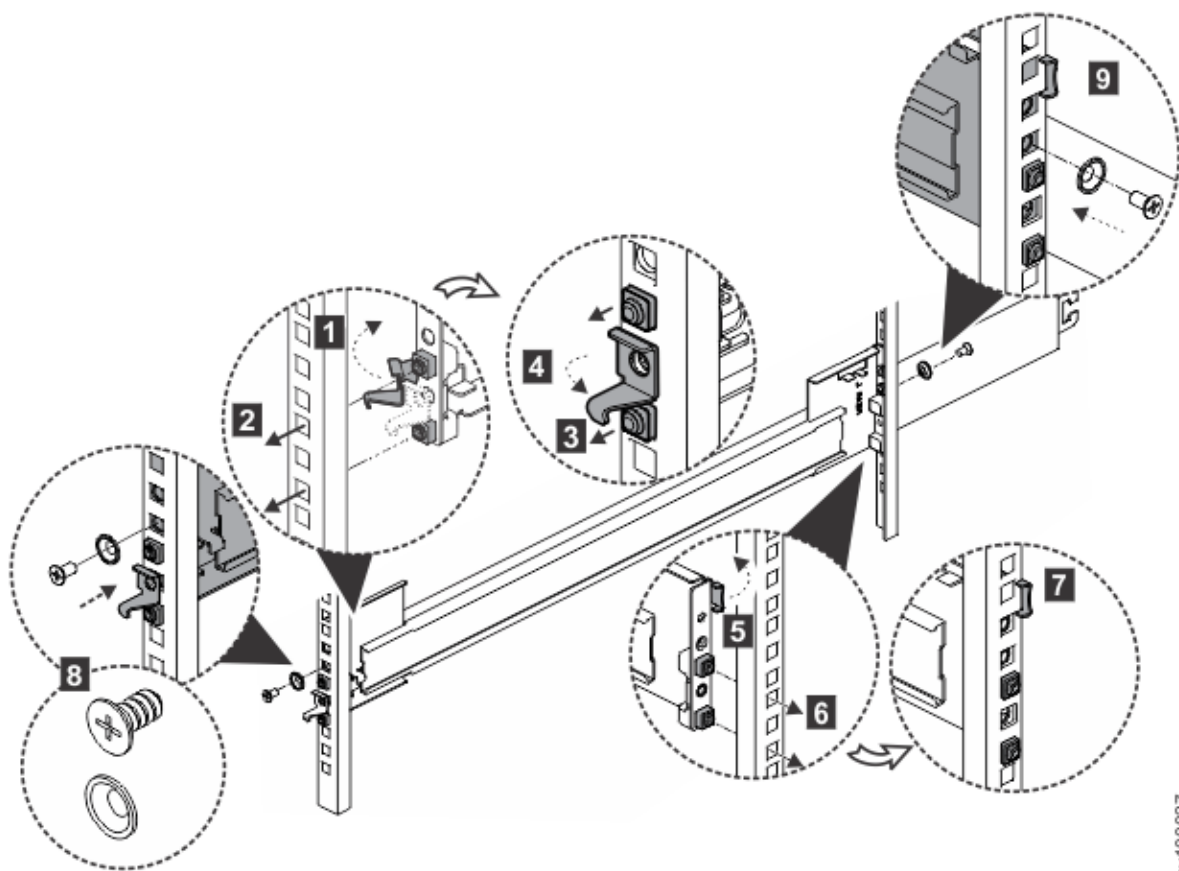

图 24. 将支架组合件安装到机架上
- a) 打开前部挂钩 (1)。
- b) 将无工具导轨安装销钉安装到前部机架杆上 (2)。
- c) 使导轨安装销钉咔嗒一声锁定位 (3)。
- d) 合上前部挂钩 (4)。
7. 将导轨的外部部分安装到后部机架上，如第 20 页的图 24 中所示。
- a) 打开后部挂钩 (5)。
- b) 使后部支架在后部机架上咔嗒一声锁定到位 (6)。
- c) 合上后部挂钩 (7)。
8. 使用 M5 x 10 毫米螺钉和 M5 垫圈，将前部支架固定到前部机架上 (8)。
9. 使用 M5 x 10 毫米螺钉和 M5 垫圈，将后部支架固定到后部机架上 (9)。